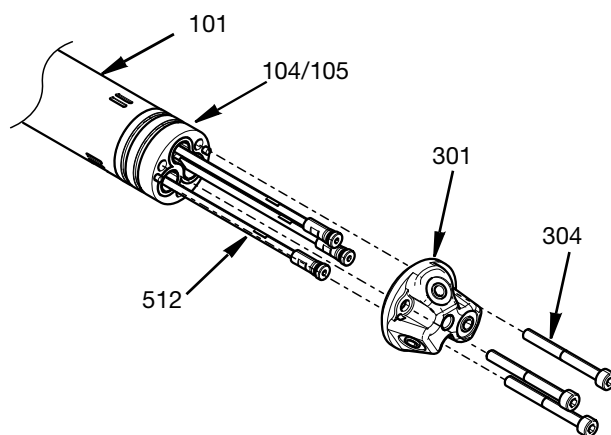

FIG. 12
4. Svitare le tre viti a testa esagonale M4 (304) che fissano la testa porta-ugelli (301) e l'adattatore (104/105) all'estremità anteriore del corpo centrale (101). Le aste della valvola di intercettazione (512) possono quindi essere rimosse. Vedere FIG. 12.